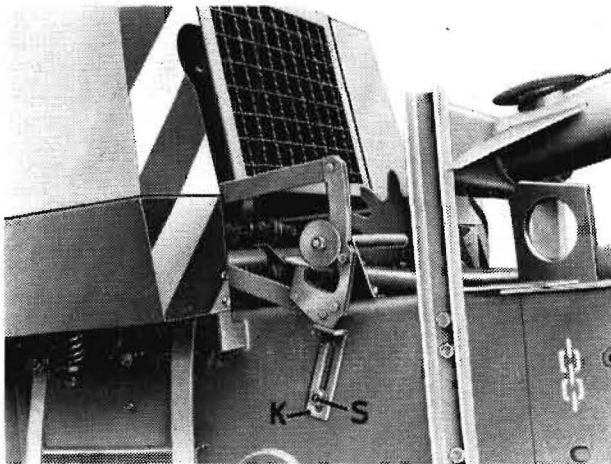

Bild 18
- Einstellen der Ballenlänge (Bild 18)